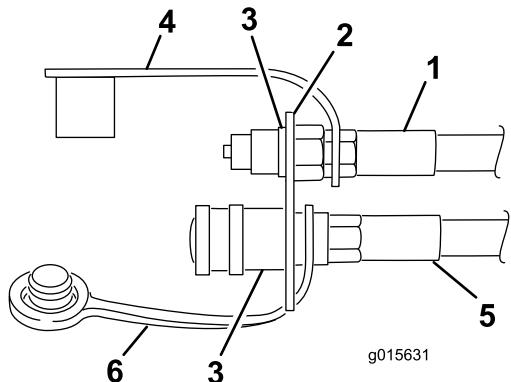

Figure 17
- Fixez le flexible au raccord femelle (Figure 17).
- Glissez l'extrémité avec la boucle du capuchon protecteur (Figure 17) au bout du flexible hydraulique sortant du raccord arrière.
6. Insérez l'extrémité du flexible dans le trou supérieur du support de raccords (Figure 17).